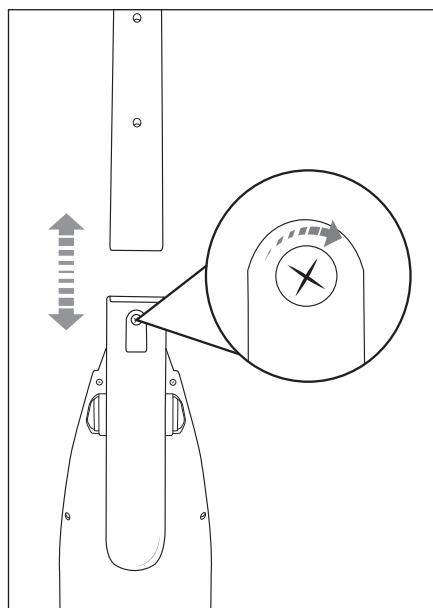

Abb. 2
- 1) Lösen Sie die Schraube ⑫ hinten am Stiel ⑪ mit einem Kreuzschlitzschraubendreher entgegen dem Uhrzeigersinn. Ziehen Sie die Schraube ⑫ aus der Schrauböffnung am Stiel ⑪.
- 2) Stecken Sie den Stiel ⑪ auf die Stielhalterung am Gerät. Schieben Sie den Stiel ⑪ ganz auf die Stielhalterung, bis er fest auf dem Gerät sitzt. (Abb. 2).